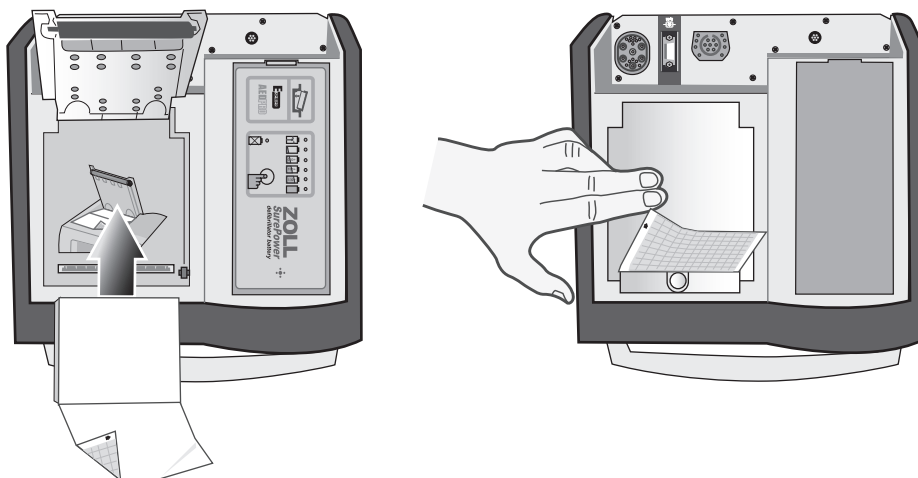

Abbildung 12-6. Einlegen des Papiers und Schließen der Druckerklappe
4. Legen Sie das Papier wieder ein, und schließen Sie die Klappe (siehe Abbildung 12-6).